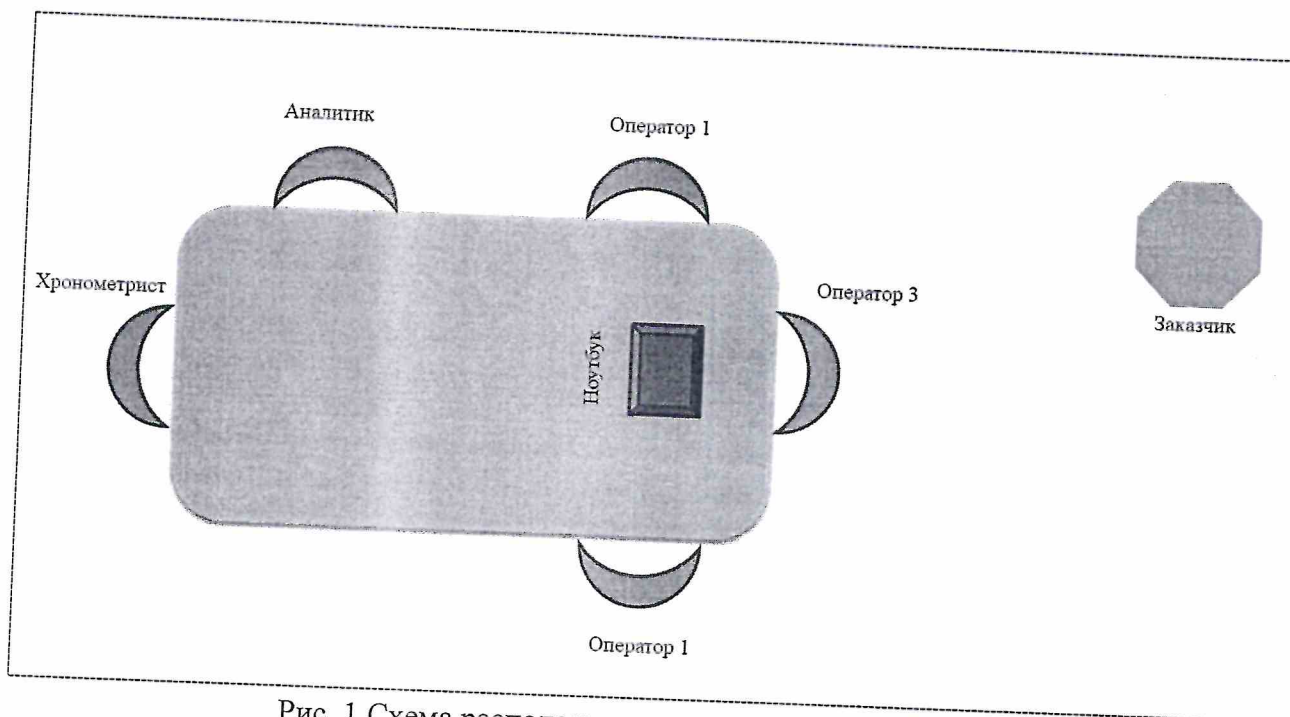

Рис. 1 Схема расположения участников фабрики процессов
- 10. Схема расположения игроков (Рис.1).